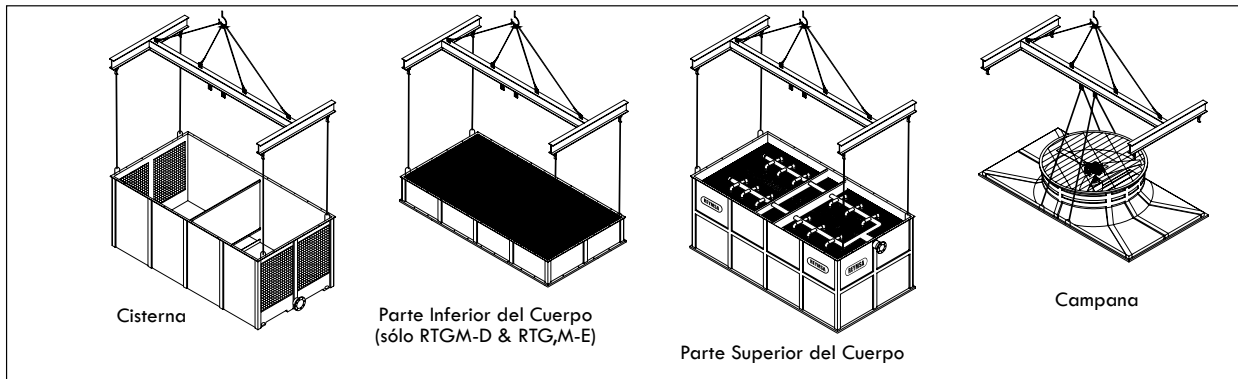

Figura A-82: Levantamiento con grúa de una torre modular (RTGM y RTGMTC.)
- C. Se recomienda un ángulo de levantamiento de al menos 60° entre la banda y la horizontal. La cisterna, cuerpo y campana de las torres vienen equipadas con argollas de izar en cada esquina en la parte superior para el levantamiento con grúa. Coloque las bandas a través de las argollas de izar (como se muestra en la figura A-82). No balancee hasta tensar las bandas.
- B. Al asegurarse que el equipo se encuentra en condiciones apropiadas, se procede a descargarlo del transporte pieza por pieza, utilizando una grúa de la capacidad adecuada (ver Figura A-82 como ejemplo).